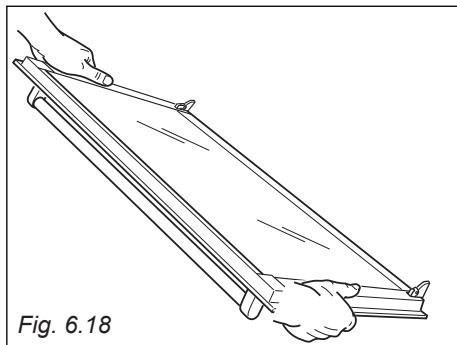

Fig. 6.18
1. Saisir solidement la porte (fig. 6.18).